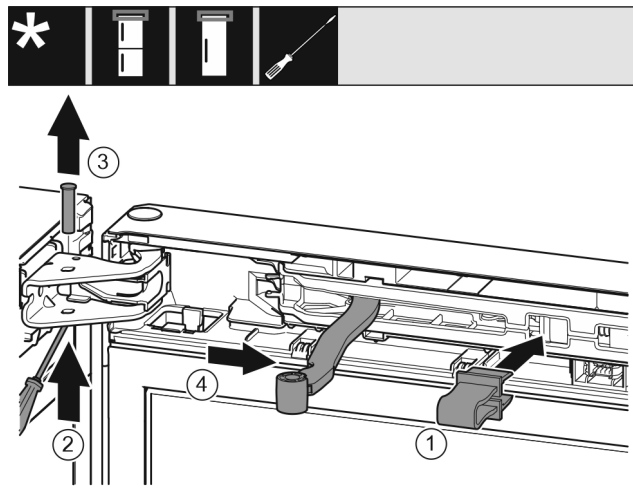

Fig. 9
▶ Pattintsa be a biztosítékot a nyílásba. Fig. 9 (1)
▶ Tolja ki a csapszeget csavarhúzóval. Fig. 9 (2)
▶ Vegye ki a csapszeget felfelé. Fig. 9 (3)
▶ Forgassa az ajtó irányába a csuklót. Fig. 9 (4)